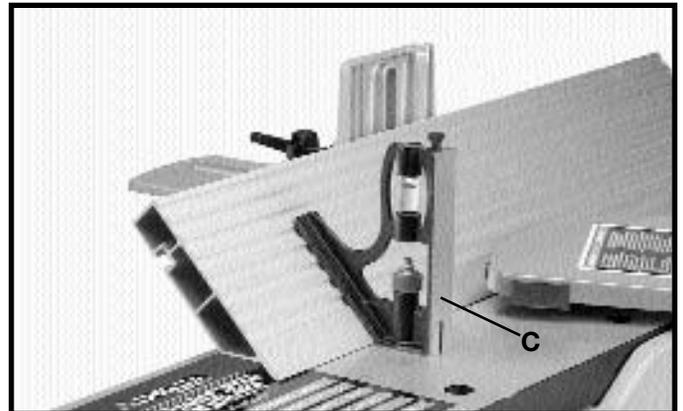

Fig. 28
6. Incline la mesa a la posición de 45 grados, y utilizando una escuadra (C) Fig. 28, asegúrese que la guía esté a 45 grados de la mesa. Ajuste la guía si resulta necesario.